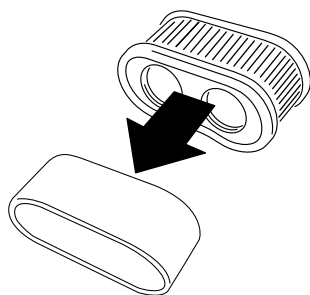

Figure 29
- Sortez l'élément en mousse de l'élément en papier (Figure 29).